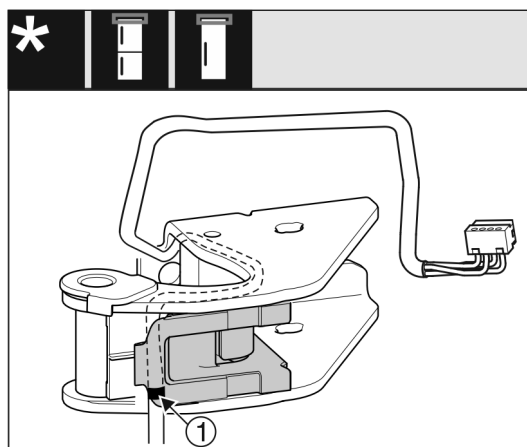

Fig. 28
- ▶ Den midterste markering skal i den forbindelse ligge på kanten af kabelholderen Fig. 28 (1).